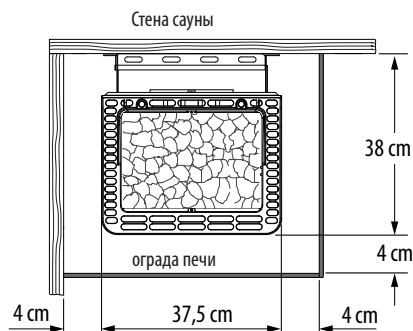

Рис. 2
- При установке печи сауны необходимо следить, чтобы горизонтальное расстояние (между боковыми сторонами) между печью и стенкой кабины составляло не менее **4 см** (рис. 2).